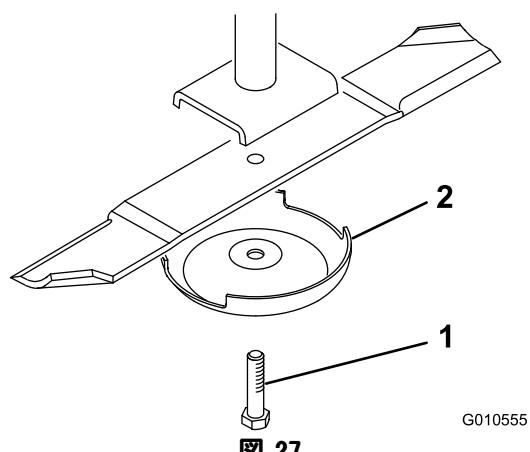

図 27
2. ぼろきれや厚いパッドの入った手袋を使ってブレードの端部をしっかりと握る。スピンドルのシャフトからブレードボルト、芝削り防止カップ、ブレードを取り外す（図 27）。